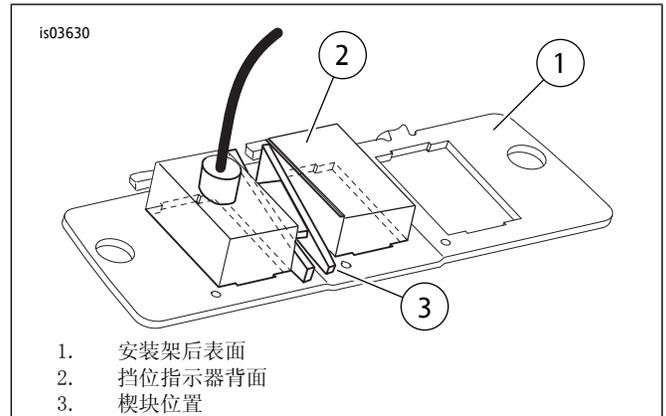

图2。安装架和指示器组件后视图
4. 参见图2。将挡位指示器(2)及其电线一起安装到上部安装架的开口中。